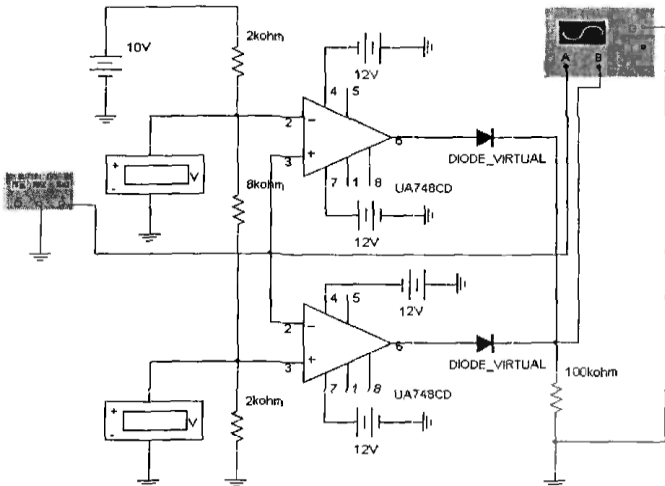

Рисунок 15
1. Смоделируйте схему компаратора, изображенную на рис. 15. Включите схему.